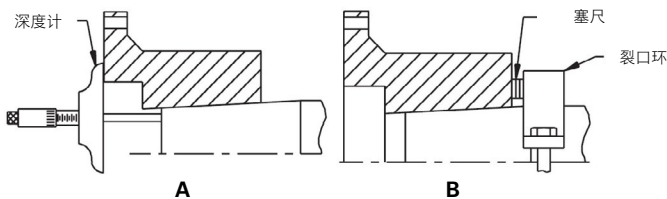

图 2: 测量轮毂悬垂,
- 3.4 使用深度计测量轮毂伸出轴端的量并记录该值（参见图 2.a）。测量轮毂提前量的建议方法是在轴上安装开口环，远离轮毂指定提前量。使用塞尺获得准确的间距。（参见图 2.b）